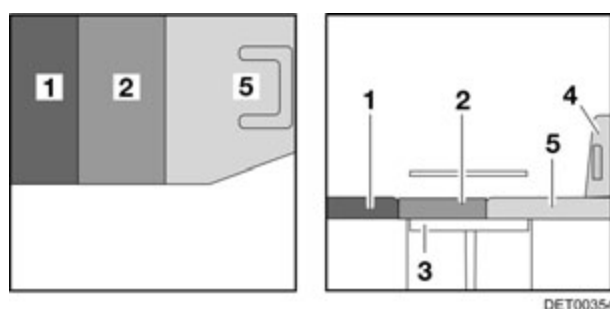

Fig. 97 Después de la transformación (sin ensanchamiento del asiento)
- Deslizar hacia adelante el cojín del asiento (Fig. 97,2).
- Colocar el cojín del respaldo (Fig. 97,1) entre el cojín del asiento y la pared dorsal.
- Colocar el cojín adicional (Fig. 97,5) sobre el asiento del conductor.
- De ser necesario, volver a empujar el asiento del conductor (Fig. 97,4) hacia atrás.